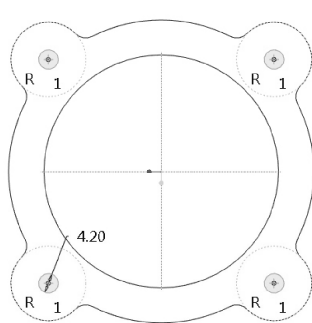

图 4-164 孔位截面及孔位拉伸效果
(1) 单击  按钮打开拉伸操控面板, 单击属性面板上的去除材料  按钮;
(2) 单击【放置】→【定义】, 在【草绘】对话框中, 单击【使用先前的】。系统将上一次草绘的平面自动加载为这一次拉伸命令的二维草绘面板。单击  进入二维草绘界面, 绘制如图 4-164 所示的图形。绘制好二维剖面后, 单击  按钮退出草绘模式;
(3) 在拉伸操控面板中, 拉伸方式选择  方式, 拉伸方向向上, 生成实体如图 4-164 所示。